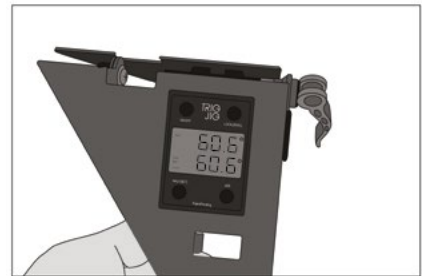

fig 15
- Suelte, ajuste y apriete el Trigjig como antes para hacer que coincida el ángulo de la esquina con el ángulo del bisel (**fig. 15**).